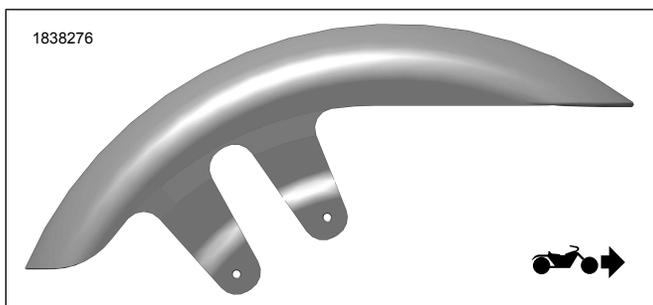

Figure 2. Orientation du garde-boue
- a. Vérifier l'orientation du garde-boue. Voir la figure 2.
2. Installer de nouvelles vis (2). Serrer.